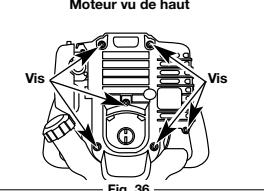

Fig. 36
- 1. Retirez les six (6) vis à l'arrière de la couverture du moteur avec un tournevis plat ou un tournevis Torx T-25 (Fig. 36).
- 4. Déposez le couvercle du moteur (Fig. 36).